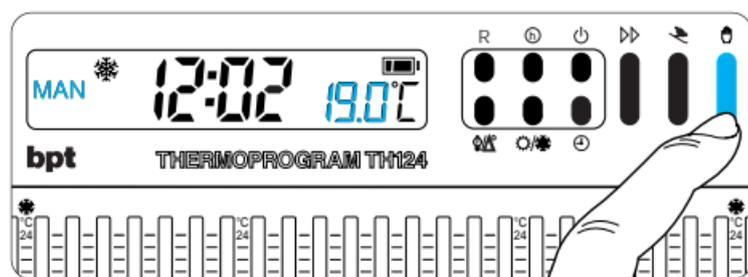

Fig. 30
9.4 - Selezionare il funzionamento MANUALE ed impostare la temperatura desiderata (fig. 30).